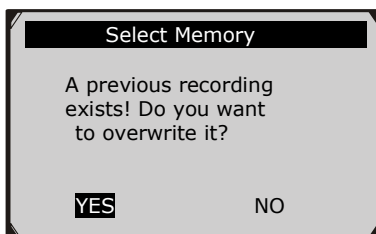

Figura 5.23
- Si selecciona una punto marcado con un asterisco icono (*), un mensaje que le pide que hacer sobrescriba se mostrará para grabaciones de edad. (Figura 5.23)